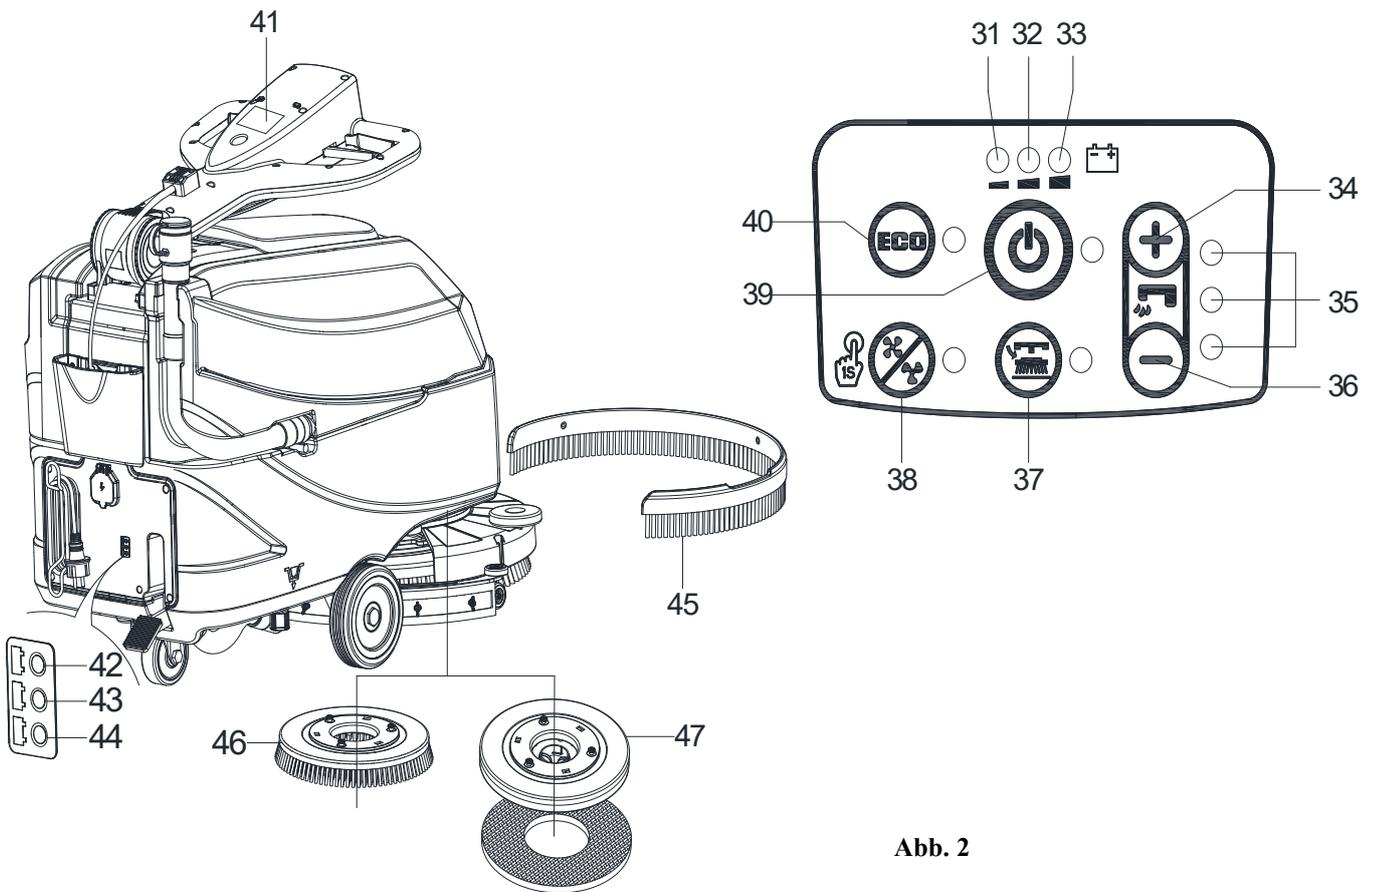

Abb. 2
**BEDIENFELD (wie in Abbildung 2 dargestellt)**
**ANZEIGEFENSTER DER LADEANZEIGELEUCHTE (wie in Abbildung 2 dargestellt)**
1. Zu Beginn des Ladevorgangs leuchtet die rote LED (42) des Ladegeräts normal auf. Es ist der erste Schritt des Aufladens.
2. Nach dem anfänglichen Laden erlischt die rote LED (42) und die gelbe LED (43) leuchtet. Hierbei handelt es sich um die zweite Ladestufe.
3. Nach der Beendigung des Ladevorgangs, schaltet sich die gelbe LED (43) aus und die grüne LED (44) leuchtet auf, um anzuzeigen, dass der Akku vollständig aufgeladen ist.
2. Drücken des Schalters (39 Abbildung 2). Beginnt die grüne Kontrollleuchte (33) zu leuchten, sind die Akkus vollständig aufgeladen. Wenn die gelbe (32) oder die rote Kontrollleuchte (31) aufleuchtet, müssen die Batterien aufgeladen werden (siehe Verfahrensweise im Absatz „Instandhaltung“).